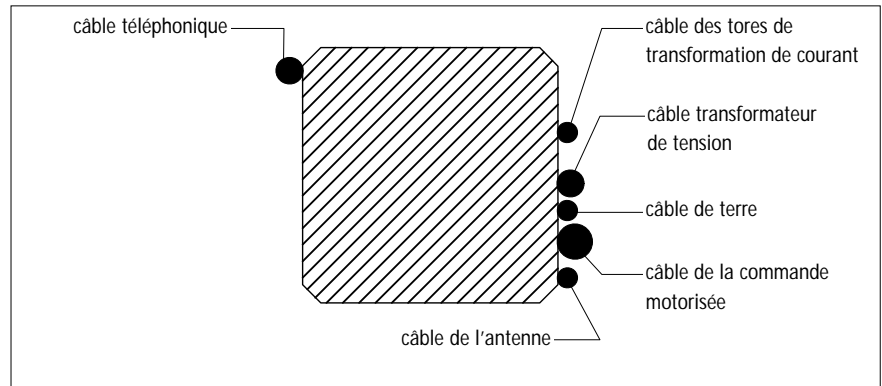

fig. 21
- Le câble du réseau téléphonique est à éloigner de la descente de terre (fig. 21).